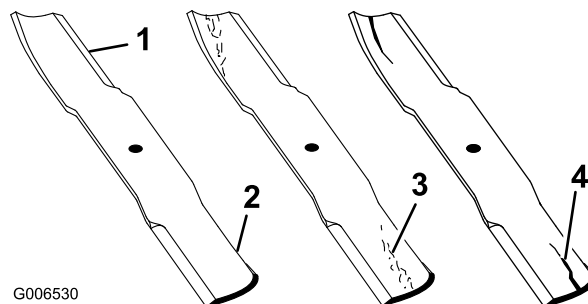

Figura 100
2. Examine cuidadosamente los extremos de corte de la cuchilla, sobre todo en el punto donde convergen la parte plana y la parte curva de la cuchilla, tal y como se muestra en Figura 100.
Nota: Puesto que la arena y cualquier material abrasivo pueden desgastar el metal que conecta las partes curva y plana de la cuchilla, compruebe la cuchilla antes de utilizar el cortacésped. Si se aprecia desgaste, cambie la cuchilla (Figura 100).